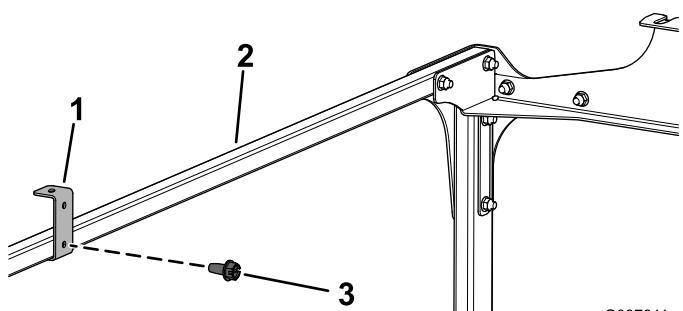

Figure 12
12. Fixez les 2 supports de pavillon aux tubes de liaison transversale à l'aide de 2 vis autotaraudeuses (1/4" x 1/2"), comme montré à la Figure 12.